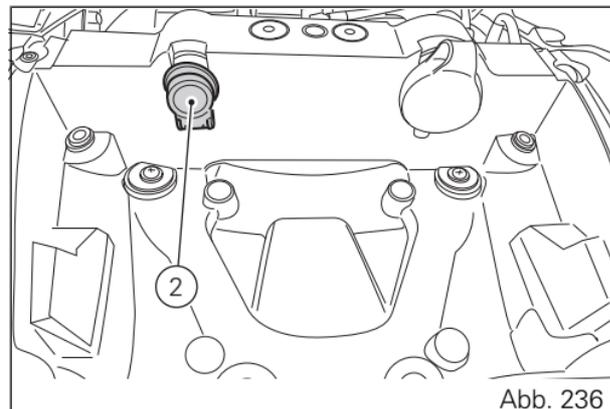

Abb. 236
- Stromanschluss (2, Abb. 236)